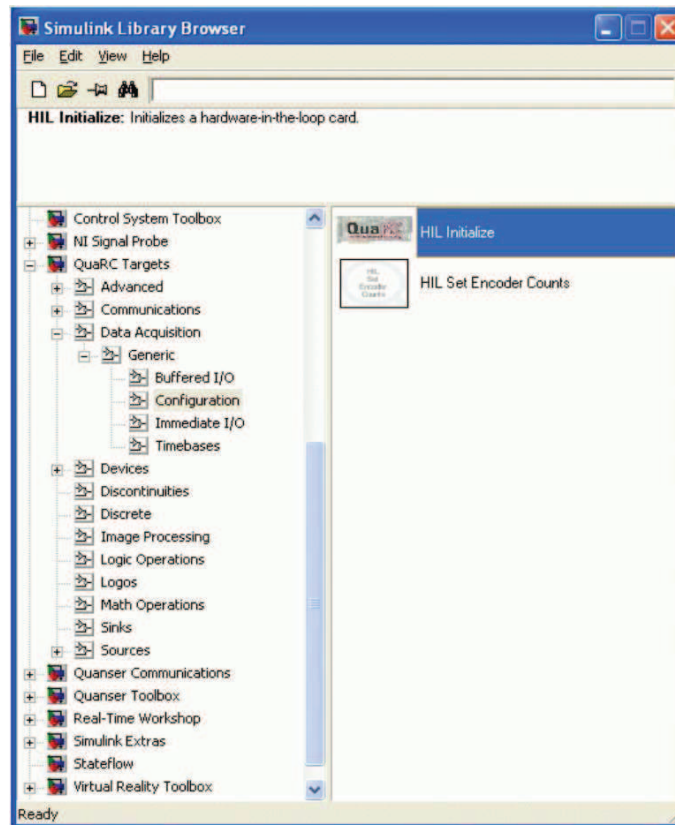

Figura 2.3: Janela do QuARC no *Simulink Library Browser*.
4. Como ilustrado na Figura 2.3, abra a biblioteca *QUARC Targets|Data Acquisition|Generic|Configuration*;